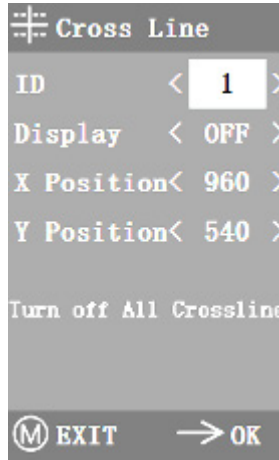

Abbildung 5-6
- Rufen Sie das Menü Fadenkreuz auf, wie in Abbildung 5-6 dargestellt. "ID" bezieht sich auf die Nummer jeder Fadenkreuzgruppe. Mit "Anzeige" wird eingestellt, ob das Fadenkreuz angezeigt wird. Mit "X-Position" und "Y-Position" wird die Position des Mittelpunkts des Fadenkreuzes eingestellt